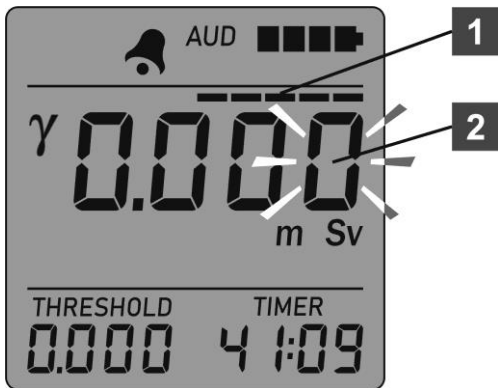

Рисунок 12 – РКІ дозиметра
Для переходу в підрежим програмування нового значення порогового рівня спрацьовування сигналізації необхідно натиснути і утримувати кнопку ПОРІГ до відображення на РКІ смуги (1) (рисунок 12), що «рухається» по індикатору миттєвого значення, та нового порогового рівня, молодший розряд (2) якого мигає.